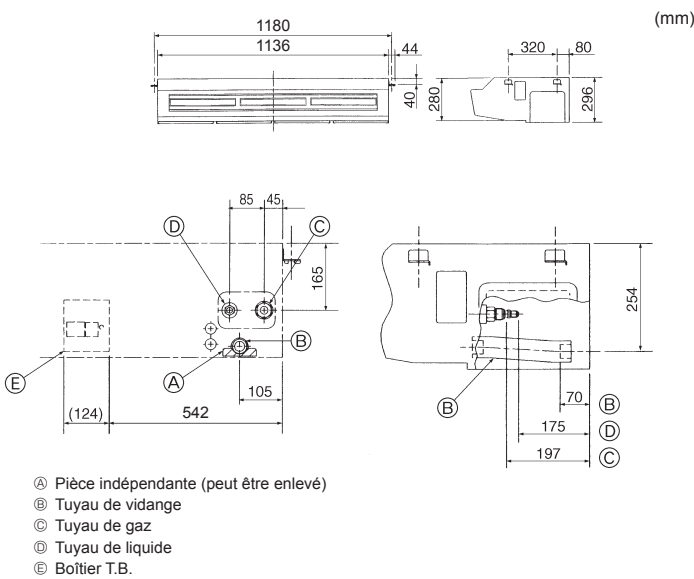

Fig. 3-2
①	Rondelle	4 + 4 (avec isolation)
②	Gaine protectrice de tuyau	1 pièce de grande taille (pour tuyaux de gaz)
③	Gaine protectrice de tuyau	1 pièce de petite taille (pour tuyaux de liquide)
④	Courroie	4
⑤	Tuyau d'écoulement	1
⑥	Courroie	2
⑦	Cache du tuyau d'écoulement	1
⑧	Filtre	12
3.2. Préparation à l'installation (Fig. 3-2)